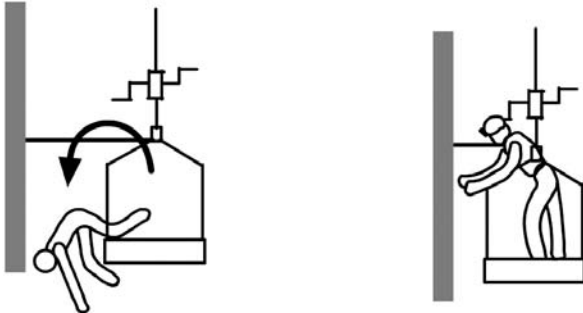

Figura. 1
2. La distancia de separación de un andamio y el paramento vertical de trabajo, no debe ser superior a 30 centímetros para evitar la caída por dicho hueco. (Ver figura 1)